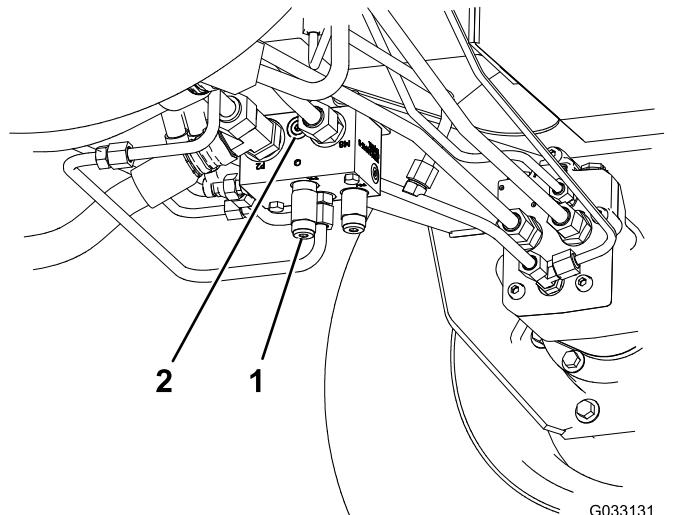

Bild 75
- Toro Bestellnummer 340-77, Hydraulikanschlussstück (2)
1. Installieren Sie das Diagnose-Anschlussstück in dem unmarkierten Anschluss zwischen den Anschlüssen M8 und P2 am Heckantriebverteiler (**Bild 75**).